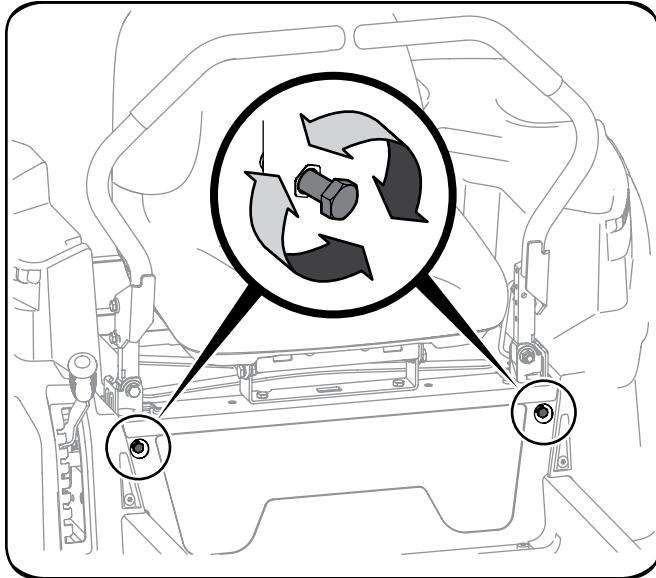

Figura 32
- Ubique los pernos del ajuste de detención de las palancas de control de la transmisión que están en el frente del marco del asiento. Vea la Figura 32.